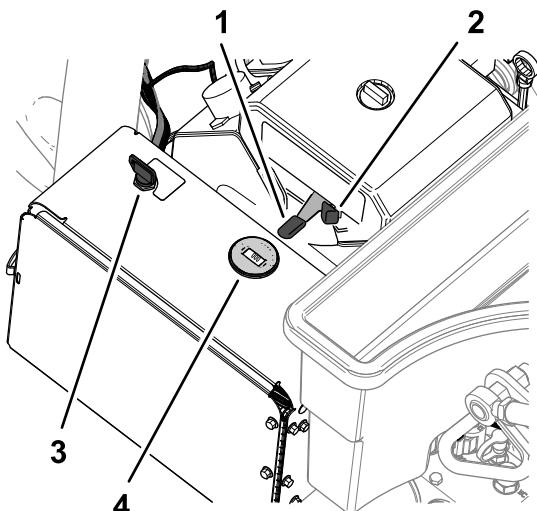

Рисунок 77
- Используйте воздушную заслонку (Рисунок 77) следующим образом: